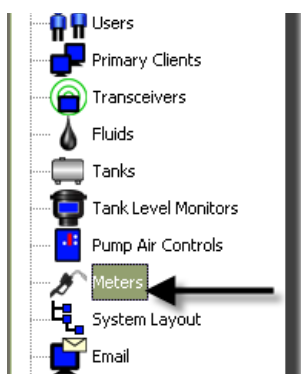

Рис. 118
1. Щелкните на значке «**Meters**» [Расходомеры] (Рис. 118) из перечня на панели системы Matrix. Отобразится экран «Meters» [Расходомеры].